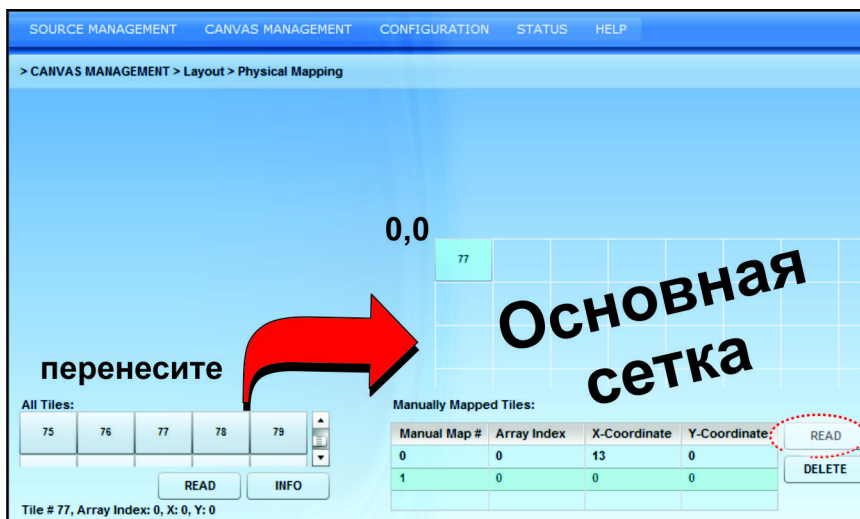

Рис. 3-23 Ручная настройка ячеек
3. Для загрузки ранее сохраненной информации из главного ECU выберите **Считать** в разделе **Ручная настройка ячеек**. В этом разделе показаны все ячейки, расположение которых задано вручную. Чтобы выбрать ячейку, расположение которой задано вручную, щелкните на ней в этой таблице. Если вы щелкнете на ячейке, расположение которой задано вручную, соответствующая ячейка в разделе **Все ячейки** будет выбрана и показана в центре основной сетки (см. Рис. 3-23).
4. Чтобы вручную задать расположение ячейки, перенесите ее из нижнего левого угла основной сетки. Расположение ячеек можно задавать по строкам (координата y) и столбцам (координата x); входное изображение автоматически растягивается на все ячейки, расположение которых задано вручную. Координаты верхней левой ячейки — 0,0. Каждый элемент массива соответствует уникальному сегменту входного изображения. (Рис. 3-23)